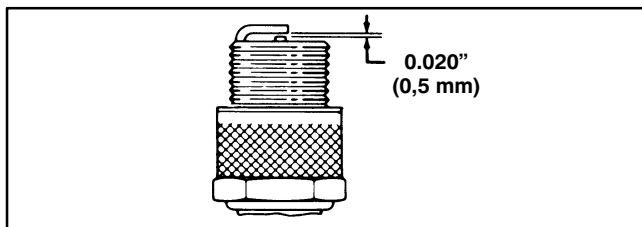

Figure 18
3. Régler l'écartement des électrodes à 0,5 mm (0.020") (Fig. 18). Monter la bougie correctement réglée, munie de son joint, et la serrer fermement à 19 N·m (14 ft-lb).